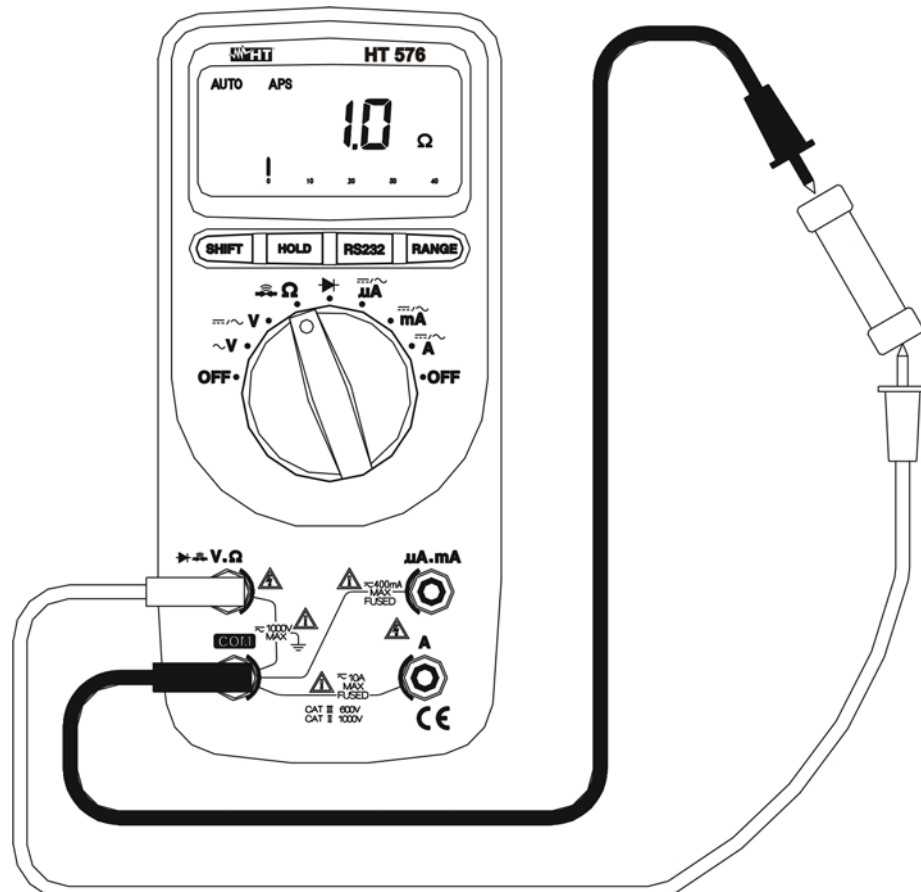

Abb. 6: Widerstandsmessung oder Durchgangsprüfung
2. Verbinden Sie die Messleitungen wie folgt, die rote in Buchse und die schwarze in **COM** Buchse (Abb. 6).